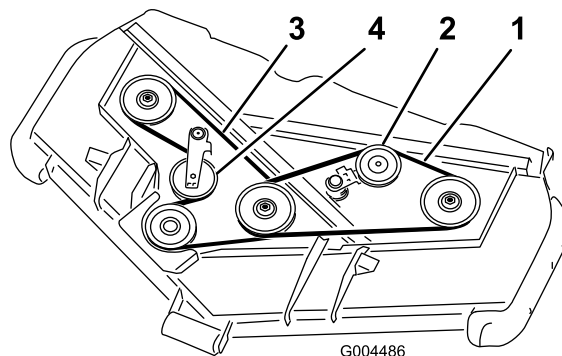

図 59
3. バールなどの工具を使って上ベルト用アイドラ・プーリ（図 59）をベルトから引き離してベルトの張りをなくす。
4. バールなどの工具を使って下ベルト用アイドラ・プーリ（図 59）をベルトから引き離してベルトの張りをなくす。
5. 図 59のように、ギア・ボックス・プーリ、下ベルト用スピンドル・プーリ、アイドラ・プーリに新しいベルトを回しかける。
6. 図 59のように、上ベルト用スピンドル・プーリとアイドラ・プーリ・アセンブリに新しいベルトを回しかける。